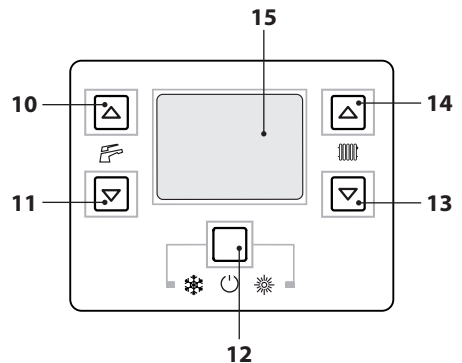
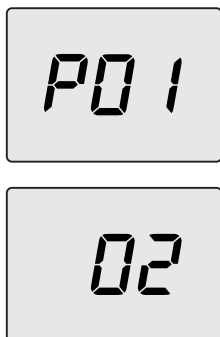
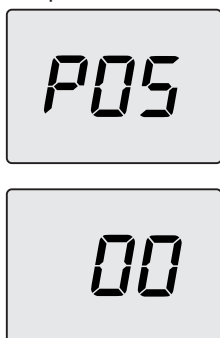

Figura 8.2
Figura 8.3
Figura 8.4
- Entre en la "modalidad de programación" pulsando simultáneamente durante 10 segundos los botones 12-13-14 (Figura 8.2) hasta que aparezcan en el display LCD las letras **P01** que se alternan con el valor del parámetro, indicando que se ha entrado en el "parámetro 01" (Figura 8.3).
- Desplace los parámetros mediante los botones 13 o 14 hasta que aparezcan en el display LCD las letras **P05** que se alternan con el valor del parámetro, indicando que se ha entrado en el "parámetro 05" (Figura 8.4).
- Pulsando el botón 12 (Figura 8.2) se confirma el valor introducido.
- Pulsando simultáneamente los botones 12 y 13 (Figura 8.2) se sale sin modificar el valor (se vuelve a la lista de parámetros Figura 8.4)
- Pulsando simultáneamente durante 10 segundos los botones 12-13-14 (Figura 8.2) se sale de la "modalidad de programación".